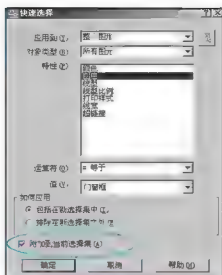
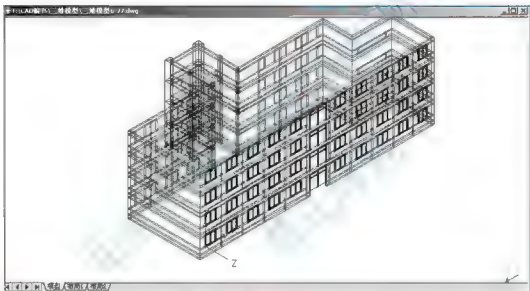

图 6.29 利用【快速选择】对话框选择门窗框
图 6.30 阵列生成 4 层
(4) 重复执行【快速选择】命令, 按照图 6.29 所示设置对话框, 然后单击【确定】按钮关闭对话框, 这样就选中了所有的门窗框三维图形。
(5) 反复执行【快速选择】命令, 依次选择柱子和玻璃三维图形。
(6) 在命令行输入“AR”后按 Enter 键, 打开【阵列】对话框, 将对话框参数设定为 4 行、1 列、行偏移为 3300, 结果如图 6.30 所示。